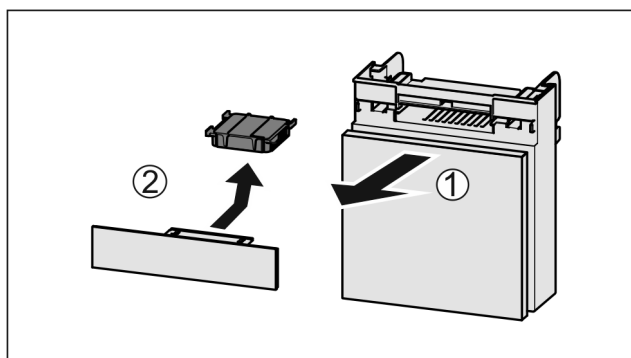

Fig. 157
- Zásuvku vytáhněte dopředu Fig. 157 (1).
- Filtr s aktivním uhlím vyjměte Fig. 157 (2).